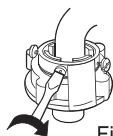

Figure 4
3. Fixez les quatre vis uniformément. Voir figure 4.